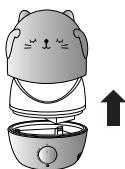

Рис. 2
- Перед началом эксплуатации поставьте увлажнитель воздуха на ровную горизонтальную сухую поверхность. Снимите декоративную часть резервуара для воды, а затем снимите сам резервуар для воды с основания прибора (рис.2).